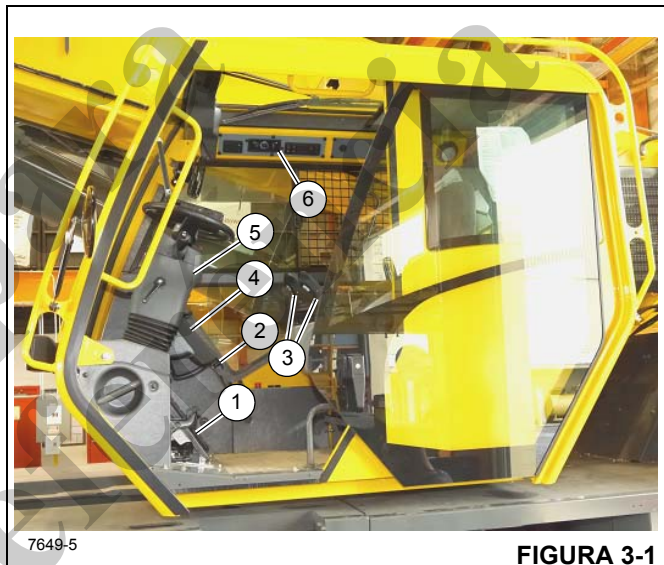
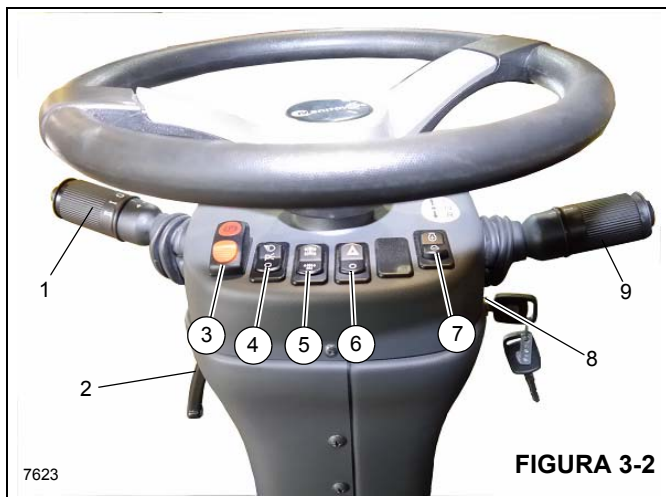

FIGURA 3-1
FIGURA 3-2
Todos os controles e indicadores para operar e monitorar as funções do guindaste encontram-se na cabine do guindaste Figura 3-2 e incluem o seguinte:
O conjunto da coluna de direção (5) (Figura 3-1) é uma coluna de direção de pedestal inclinável e telescópica. Ele pode inclinar para trás 30° ou pode elevar-se na vertical aproximadamente 60 mm (2.3 pol.). Inclui a chave de ignição e outras chaves de controle (Figura 3-2).
A alavanca da sinaleira direcional e controles do limpador/lavador do para-brisa (1) (Figura 3-2) localizam-se no lado esquerdo da coluna de direção. Empurrar a alavanca da sinaleira direcional para baixo faz com a sinaleira direcional esquerda dianteira e a esquerda traseira pisquem. Empurrar a alavanca da sinaleira direcional para cima faz com a sinaleira direcional traseira direita e a dianteira direita pisquem.
A coluna de controle de direção pode ser girada aproximadamente 30° para trás e erguida cerca de 60 mm (2.3 pol.). Gire a alavanca de controle (2) (Figura 3-2) para baixo para travar a coluna de direção no lugar; girar a coluna de direção para cima libera a coluna de direção para ajuste.
A chave de controle do freio de estacionamento (3) (Figura 3-2) localiza-se na frente da coluna de direção. Esta chave de duas posições (Liga/Desliga) é usada para acionar e liberar o freio de estacionamento no conjunto motor-transmissão. A luz indicadora do freio de estacionamento no mostrador acende quando a chave de pressão no sistema de liberação do freio for ativada e o freio for aplicado.
A chave dos faróis (4) (Figura 3-2) localiza-se na frente da coluna de direção. Este chave de três posições (Desliga/Estacionamento/Farol) controla a operação das luzes dos instrumentos, dos LEDs das chaves e das luzes do marcador na dianteira, traseira e na lateral do guindaste. A chave é iluminada quando a chave estiver nas posições LIGADO ou PARTIDA.
A chave seletora do eixo de tração (5) (Figura 3-2) localiza-se na frente da coluna de direção. Esta chave de duas posições é usada para selecionar tração nas duas rodas (faixa alta) ou tração nas quatro rodas (faixa baixa). A chave controla uma válvula solenoide (energizada pela tração em duas rodas) que opera a faixa de velocidade e os cilindros de desconexão do eixo da transmissão. O fundo do ícone do mostrador de operação CCS fica amarelo quando o guindaste estiver no modo tração nas quatro rodas. Esse ícone piscará se, quando o motor estiver funcionando, a posição da chave for trocada quando a transmissão não estiver em neutro e o pedal do freio não estiver pressionado. O eixo de tração só pode ser alterado quando a alavanca de câmbio estiver em neutro e o pedal do freio estiver pressionado. A chave é iluminada quando a chave estiver nas posições LIGADO ou PARTIDA.
A chave seletora das luzes de perigo (6) (Figura 3-2) localiza-se na frente da coluna de direção. A chave tem duas posições (LIGADO/DESLIGADO) que fazem com que as quatro luzes da sinaleira direcional pisquem ao mesmo tempo quando a chave é posicionado em LIGADO. Quando a chave estiver na posição LIGADO, as luzes indicadoras da sinaleira direcional na coluna de direção piscam.
A chave de incremento/decremento (7) (Figura 3-2) é uma chave temporária de três posições em que a posição central fixa é a posição desligada. Use essa chave para ajustar a velocidade do motor. Pressione a parte superior ou inferior da chave de incremento/decremento para aumentar ou diminuir a baixa rotação do motor.
A chave de ignição (8) (Figura 3-2) está no lado direito da coluna de direção sob a alavanca de câmbio (9).
A alavanca de câmbio (9) (Figura 3-2) localiza-se no lado direito da coluna de direção. A alavanca de controle aciona a